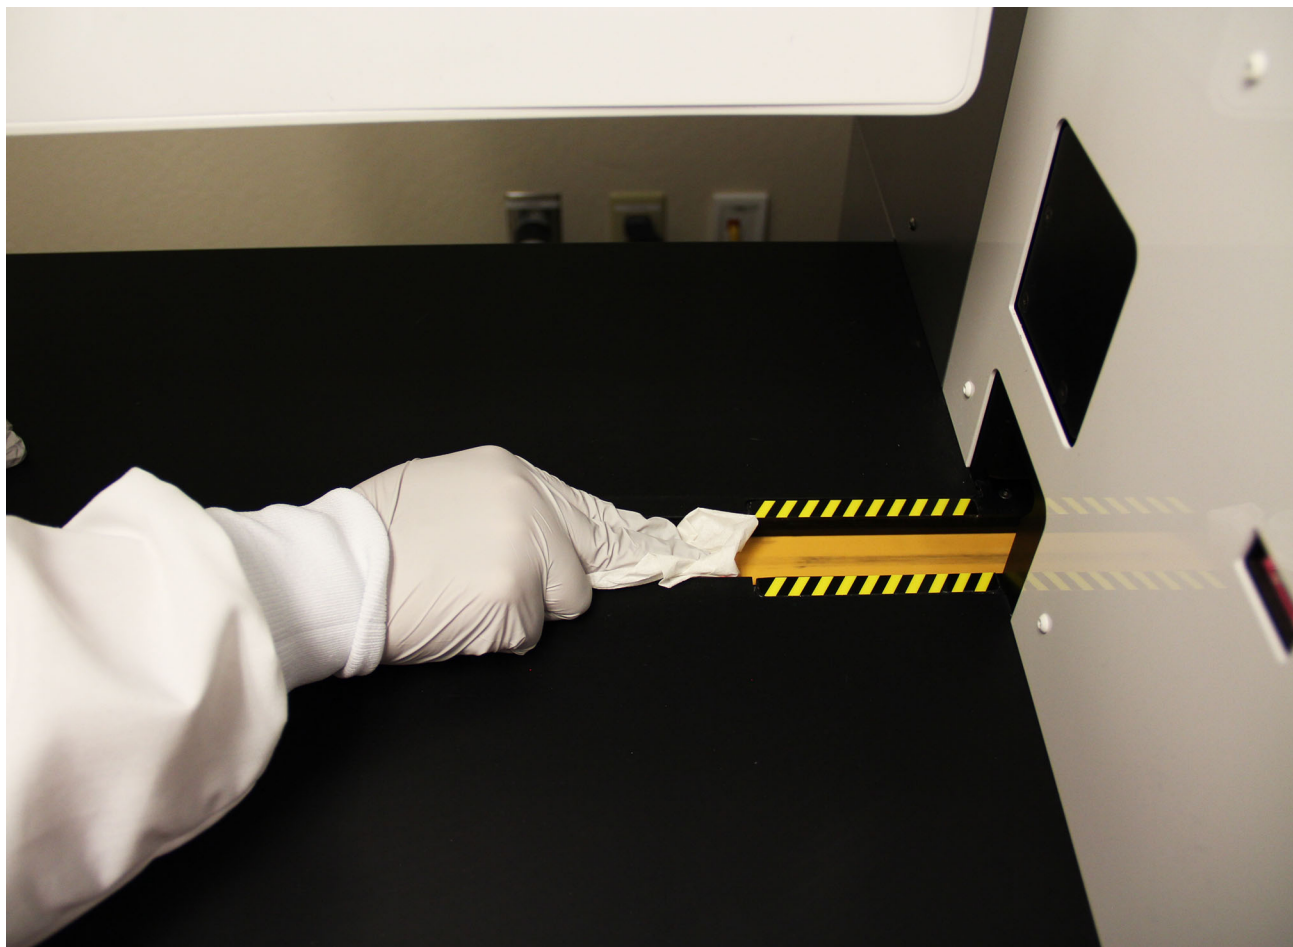

图 9-7. 从自助服务终端台面快速清洁传送带
3. 抓紧无绒抹布或纸巾（避免从手中被抽走）并压在传送带露出的表面上，持续到传送带转完两圈（大约两分钟）。请参见图 9-7。
4. 使用新的无绒抹布或纸巾擦干传送带。抓紧无绒抹布或纸巾（避免从手中被抽走）并压在传送带露出的表面上，持续到传送带转完两圈（大约两分钟）。请参见图 9-7。